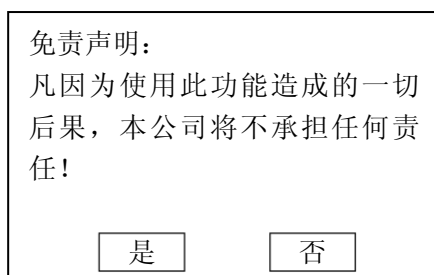

图 10-4
- 4) 根据防盗类型选取相应的菜单, 如宝来, 选取“读取 PIN 码 (三代防盗来自发动机)” 出现操作界面, 如图 10-4;